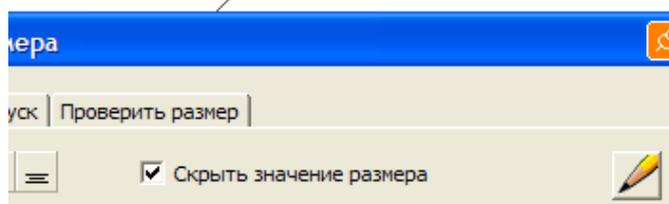

Рис. 119
3) Для того чтобы изменить размерное число на 10, нужно из контекстного меню выбрать команду Редактировать – поставить галочку напротив Скрыть значение размера и поставить нужную цифру (рис. 119).